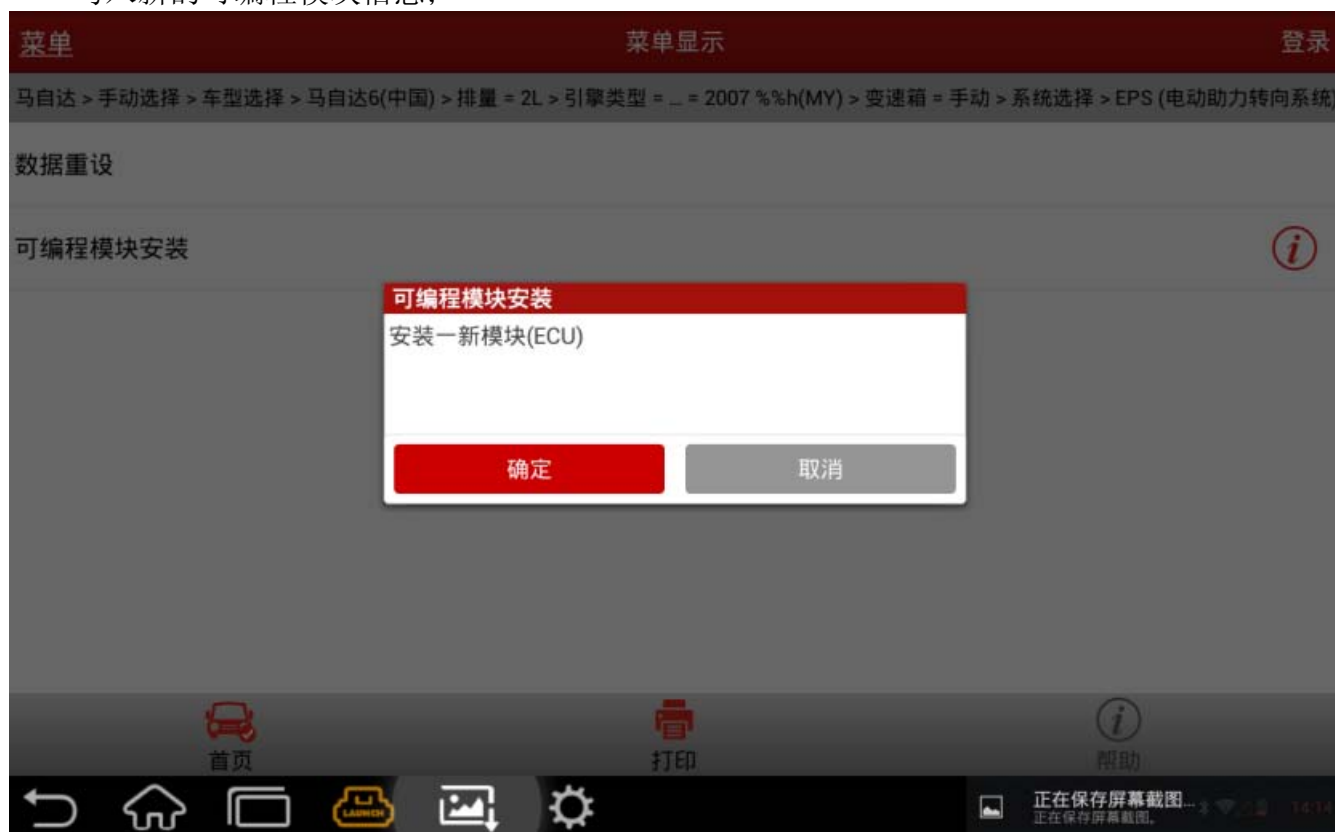

图 4
- 15). 此时程序已将旧模块信息读取完毕, 按照图 4 说明安装一新模块, 安装时候注意保证所有电线和接头正确紧固, 保持解码器电源不中断, 更换完毕后点击确认按键, 此时开始写入新的可编程模块信息;